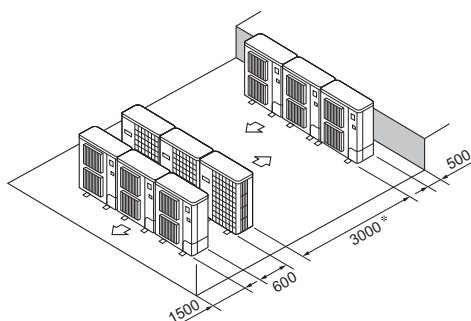

Fig. 3-16
- ⑥ Flere parallelle enheder arrangement (Fig. 3-16)